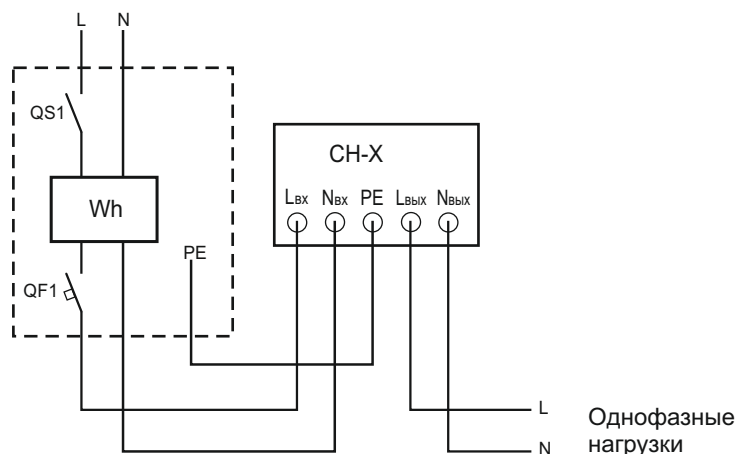

Рис. 2 Схема включения стабилизатора СН-Х в однофазную сеть
1.3.2 Для однофазной сети используется один стабилизатор (рис. 2), для трехфазной сети необходимо три стабилизатора, включенных по схеме «звезда» (рис.3).
Запрещается производить подключение стабилизаторов к трехфазной сети по схемам, не указанным в настоящем паспорте (рис. 2, 3) или не согласованных с изготовителем.
2.2.5 Произвести подключение входных и выходных проводов сечением не менее указанного в таблице 1 согласно маркировке около клеммной колодки или по схемам (рис. 2, 3):